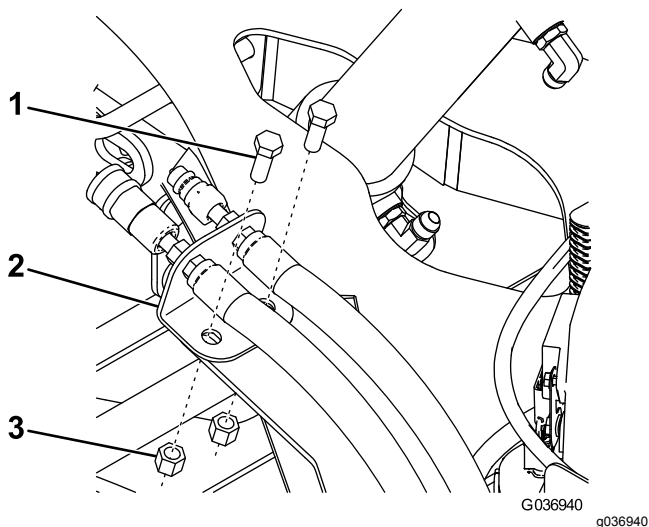

Figura 9
3. Sujete el soporte de pasamuros al bastidor usando 2 pernos de cabeza hexagonal (3/8") y 2 contratuercas de nylon (3/8"), según se muestra en Figura 9, y apriete los pernos a 40 N·m (30 pies-libra).
4. Apriete las fijaciones que sujetan los acoplamiento rápidos al soporte de montaje (Figura 9).